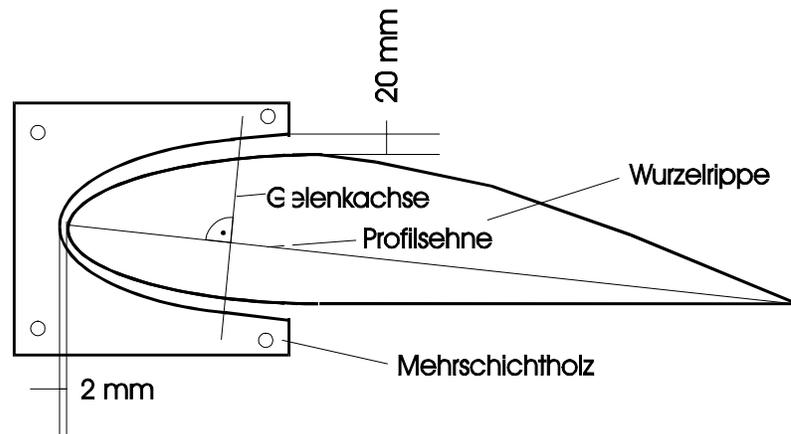

Bild 1 Abnehmen des Profils und der Profilhöhle
Rohr in zwei gleichlange Teile sägen, jeweils ein Ende schließen mit einer Niete oder einer Schraube. Sand (8) einfüllen bis das Rohr ganz voll ist. Rohr mit Schraube oder Niete schließen. Einen der ausgesägten Innenteile der Holzformen (5) mit der Nase nach oben in einen Schraubstock spannen. Rohr vorsichtig um dieses Holzstück biegen. Dabei darauf achten, daß die Rohrschenkel gleich lang werden (Dazu muß das Rohr auf der stärker zu biegenden Profiloberseite ca. 5 cm länger sein). Anschließend wird das Rohr auf das Kunststoffformteil gelegt und durch leichtes Nachbiegen angepaßt (Man kann diesen Vorgang verkürzen, indem man vorher die Biegeform auf Untermaß sägt). Siehe dazu auch das nächste Bild. Beim exakten Anpassen des Rohres ist darauf zu achten, daß das Rohr immer 2-3mm Luft zur Falz des Windformteiles hat. Außerdem müssen die Rohrenden so gebogen sein, daß sie in etwa einen rechten Winkel zur Gelenkachse (siehe Bild 1) bilden, die wiederum senkrecht auf der Profilsehne steht. Die Gelenkachse wird so weit wie es das Rohr zuläßt nach hinten geschoben. Der vordere Bereich des Rohres, der Kontakt mit dem Flügel bekommt wird mit einem Klebestreifen versehen (z.B. Stofftape)